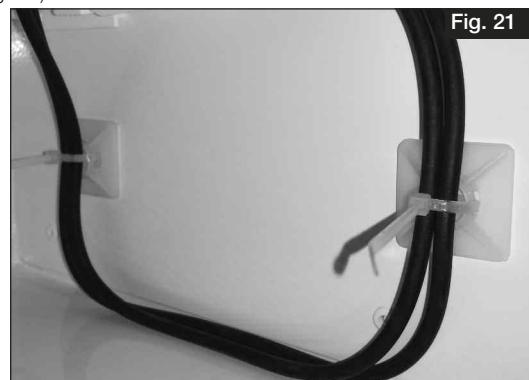

Fig. 21
5. Fixer solidement les câbles de la résistance électrique (fig. 21).